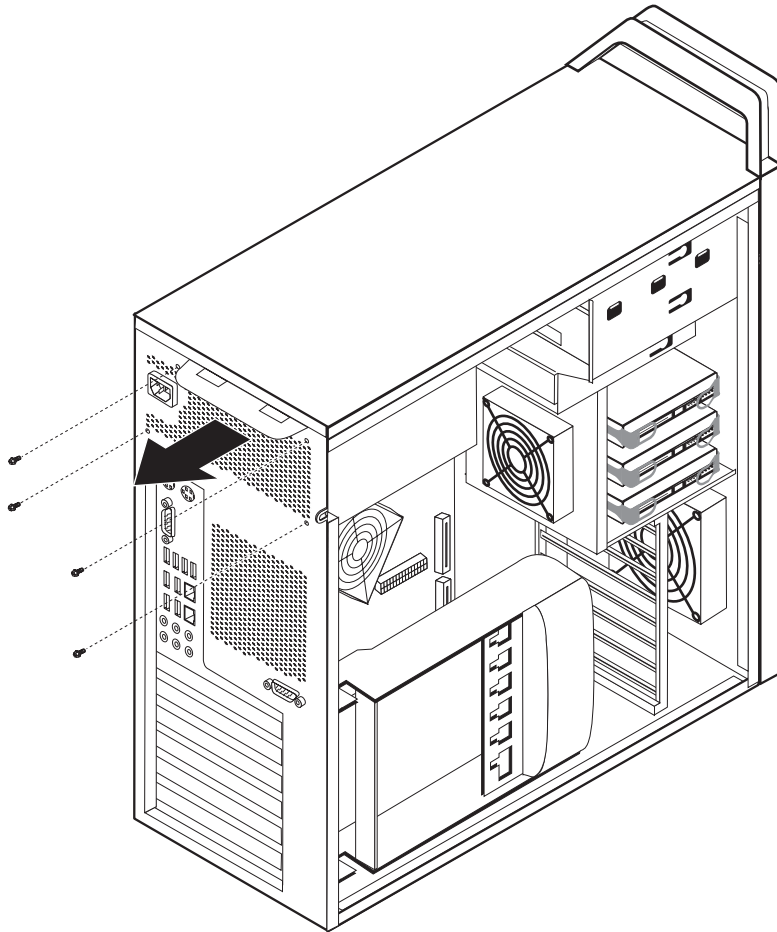

图 15. 重新拧上电源固定螺丝。
5. 卸下机架背面用来固定电源的四个螺丝。请参阅第 26 页的图 15。